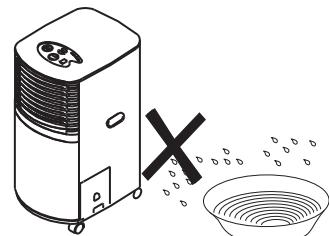

fig. 3
- Ne pas utiliser l'appareil dans un environnement humide tel qu'une salle de bain ou une buanderie (fig. 3).